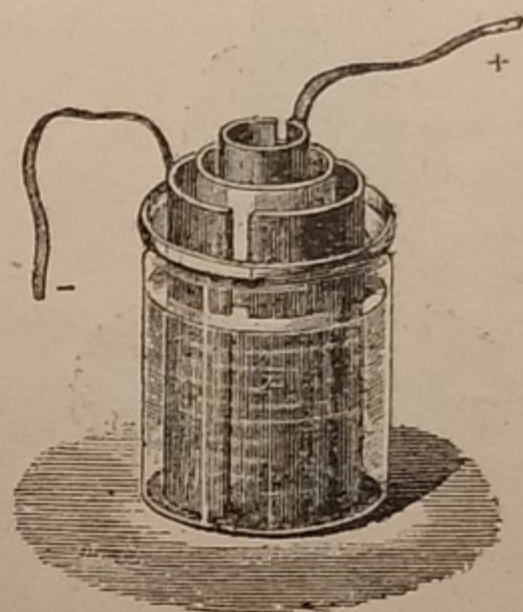

Fig. 130.
98. *Le pile più comuni.* — *Pila Daniel* (fig. 130). — Consta di un vaso di vetro contenente acqua acidulata con acido solforico dentro il quale pesca un manicotto di zinco. Dentro a questo zinco v'è un vaso cilindrico di sostanza porosa contenente una soluzione concentrata di solfato di rame in cui pesca un manicotto di rame. Questo è il polo positivo, lo zinco è il negativo.